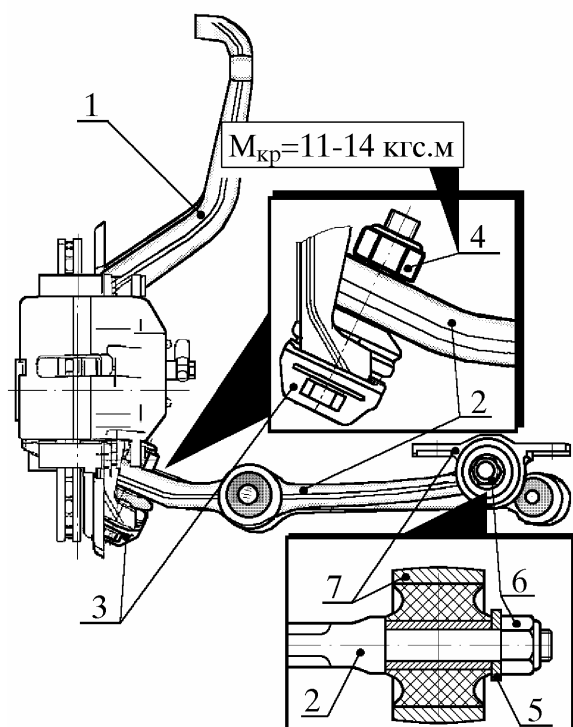

Рис. 22. Установка нижнего рычага на шарнир поворотной стойки и задней опоры на рычаг:
8.11. Подсоединить левый нижний рычаг 2 к шарниру левой поворотной стойки 1 (рис. 22) так, чтобы палец шарнира 3 вошел в коническое отверстие рычага 2.